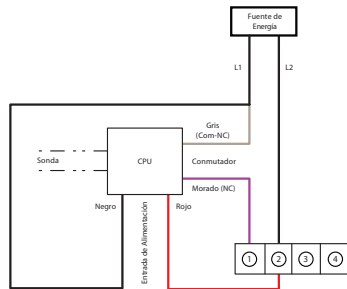

Figura 3: Opción de cableado 2*:
6. Cableado Opción 2*: Línea de Interferencia de alimentación (Figura 3)
- Corte el cable de comunicación de la unidad interior. Conecte los cables "COM-NC" y "NC", como se muestra en la Figura 3. Insular los cables "COM-NO" y "NO" con cinta aislante.